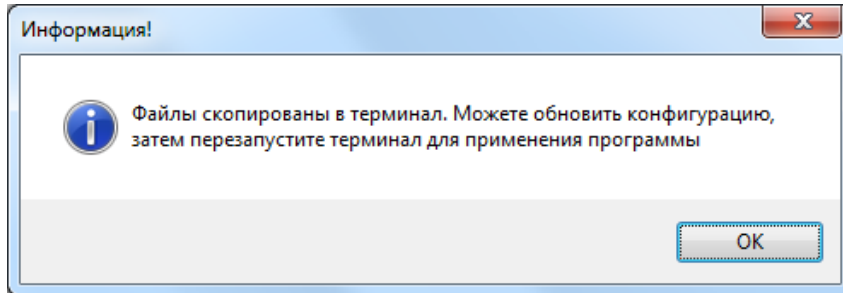

Рисунок 6.4
6.2.6 По окончании копирования отображается окно **Информация!**, предупреждающее об окончании записи программы (см. рисунок 6.4).